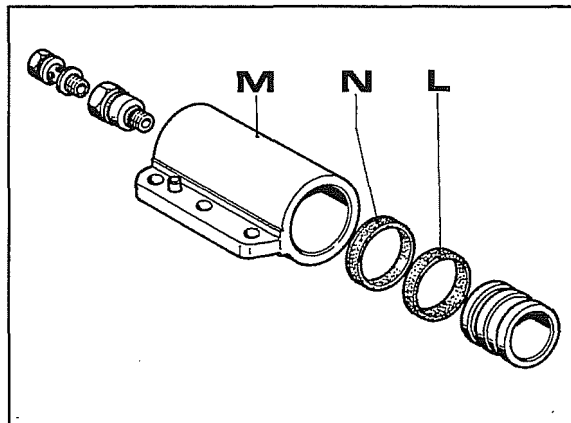

Fig. 31
La fig.31 mostra in dettaglio i componenti cilindro/pistone.
h. Sostituire l'anello di tenuta **N** fig.31.